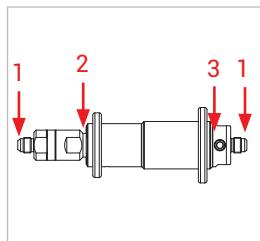
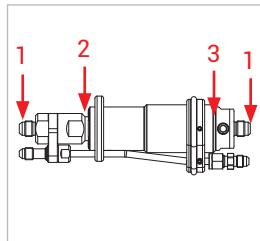

Figure 5
Figure 6
- Vérifiez les points de mesure suivants, comme représenté sur les *Figure 5* et *Figure 6* :
- raccords (1)
- au niveau des mâchoires de serrage (2)
- au niveau de l'actionnement excentrique (3)